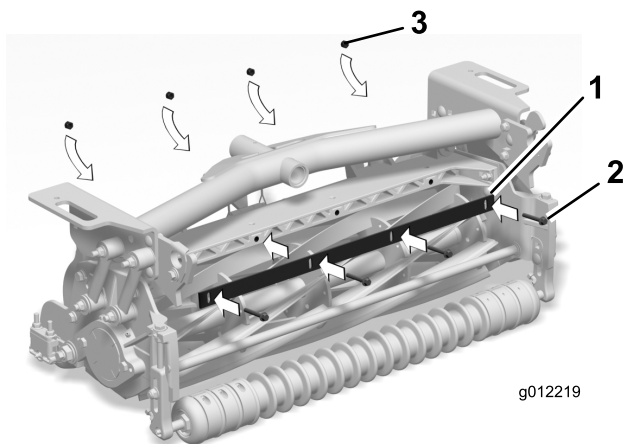

図 7
- カットオフバーをカッティングユニットのフレームに仮止めするボルト¼ x 1¾ インチ4本とロックナット¼ インチ4個を使用する 図 7。
5. ボルトとロックナットを締めつける 図 7。